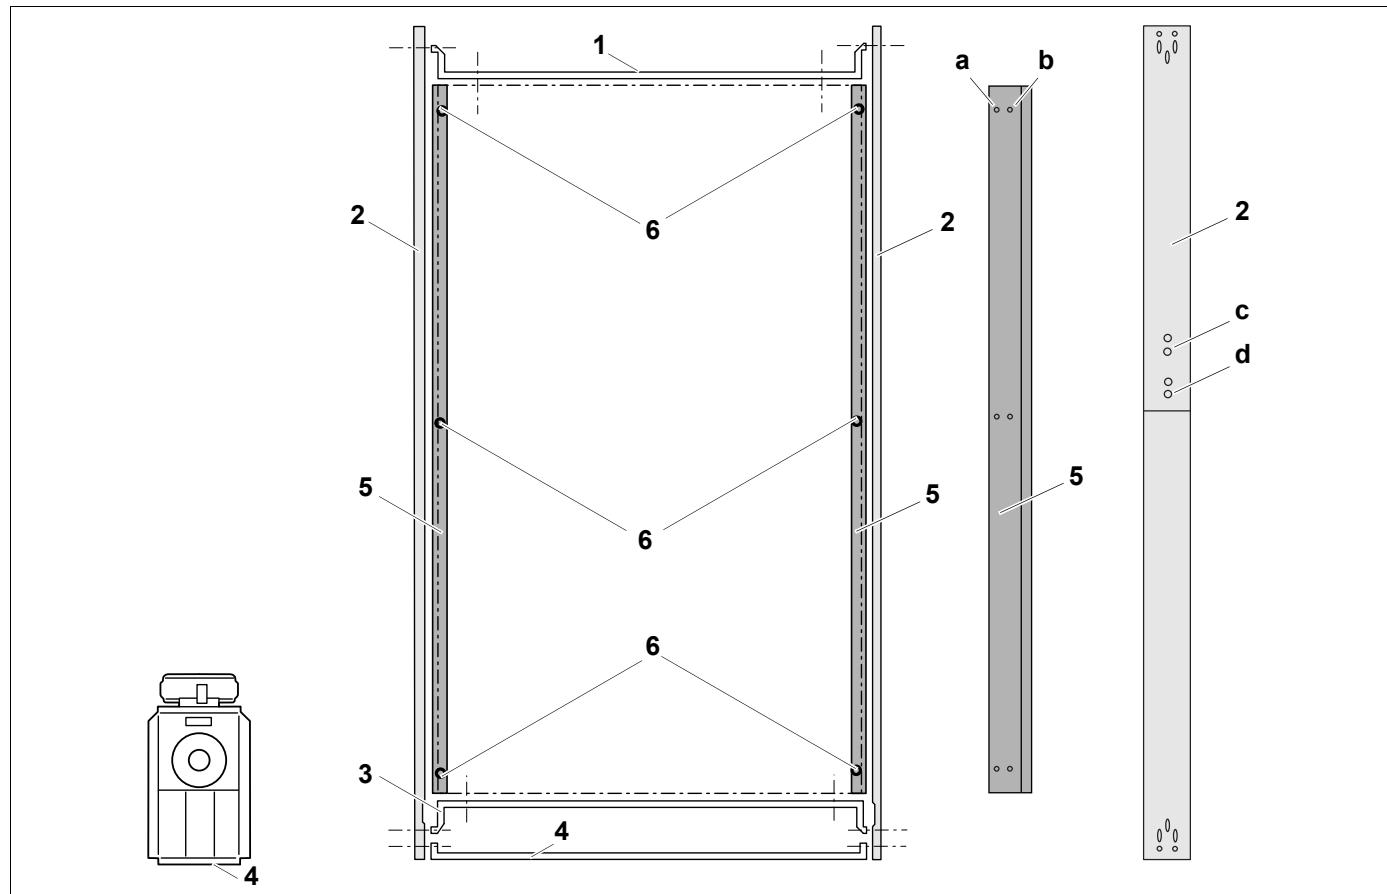

Рис. 13 Нижние траверсы (вид сверху)
- Прикрепите переднюю траверсу (рис. 13, **поз. 3**) снизу 2 винтами к корпусу котла.
- Прикрепите заднюю траверсу снизу (рис. 13, **поз. 1**) 2 винтами к корпусу котла.
- Закрепите распорки (рис. 13, **поз. 5**) 3 винтами и 3 гайками (рис. 13, **поз. 6**) внизу слева и справа. В котлах 790 кВт и 970 кВт используйте отверстия **поз. а**. В котлах 1200 кВт используйте отверстия **поз. б**.
- Боковые синие цокольные планки (рис. 13, **поз. 2**) состоят из 2 частей и должны быть соединены заранее (рис. 13, **поз. с**: положение винтов для котлов 790 кВт и **поз. д**: положение винтов для 970 кВт и 1200 кВт). Обе части цокольной планки установите по центру за накладкой, выровняйте по горизонтали и закрепите 2 винтами.
- Закрепите левую и правую цокольные планки (рис. 13, **поз. 2**) к траверсе, привернув спереди и сзади по одному винту.
- Закрепите синюю цокольную панель (рис. 13, **поз. 4**) спереди к правой и левой цокольным панелям (рис. 13, **поз. 2**) 2 винтами.
Экспликация к рис. 13